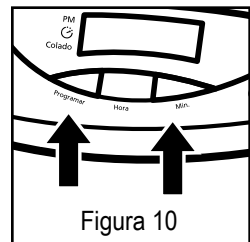

Figura 10
3. Mientras aun presiona y detiene el botón “Programar”, presione y detenga el botón de minutos “Min”, hasta que la pantalla en el reloj muestre los minutos correctos. Consulte la figura 10.